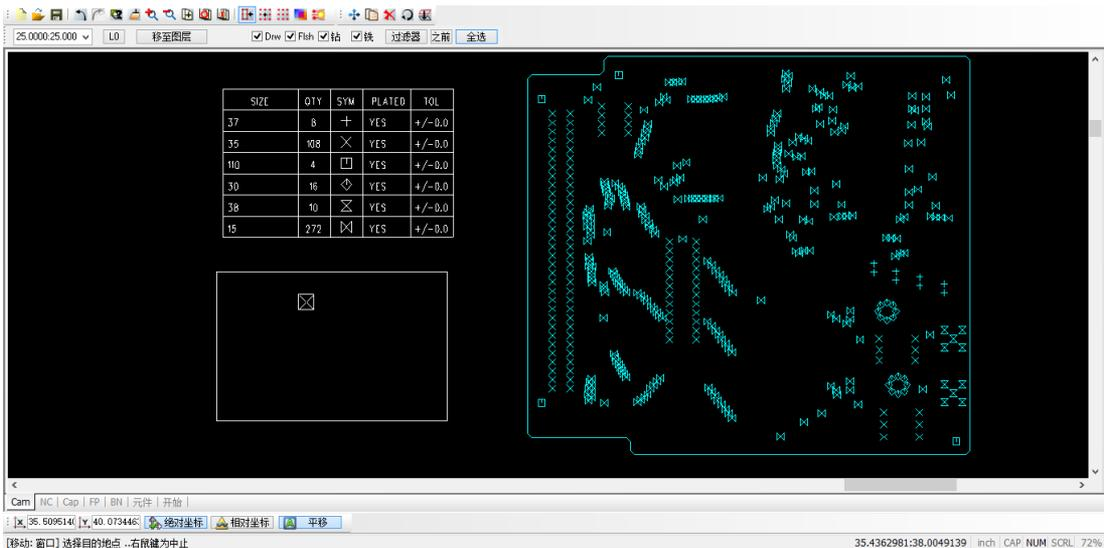

图 17-33 移动钻孔层的文本列表
(6) 拖动鼠标中键（与 PADS 中的取景方法一样）进行放大操作，以便选取移动的基准点。在该表格的某一点单击鼠标左键，选取其为移动的基准点，则该表格的映像将附着在光标上，如图 17-33 所示。